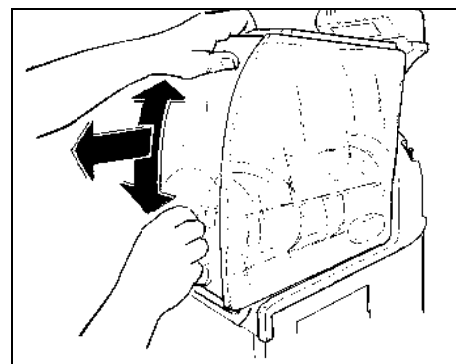

Fig. 15
- Bouger délicatement la cuve comme il est indiqué dans la figure 15 et en même temps la tirer vers l'extérieur afin de pouvoir la libérer de son emplacement.